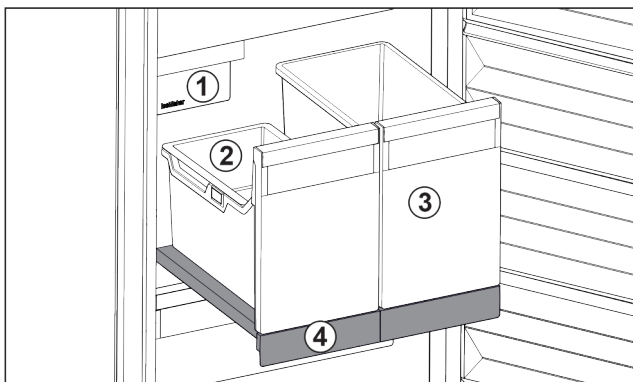

Fig. 99 带 IceTower 的拉出式搁板
- (1) IceMaker
- (2) 冰块挂盘
- (3) 比萨、酒精饮料等的容器
- (4) 拉出式搁板
拉出式搁板上有两个高容器 (IceTower)。来自 IceMaker 的冰块被收集并储存在容器 Fig. 99 (2) 中。容器 Fig. 99 (3) 适合存放较高的食物，例如比萨或酒精饮料。